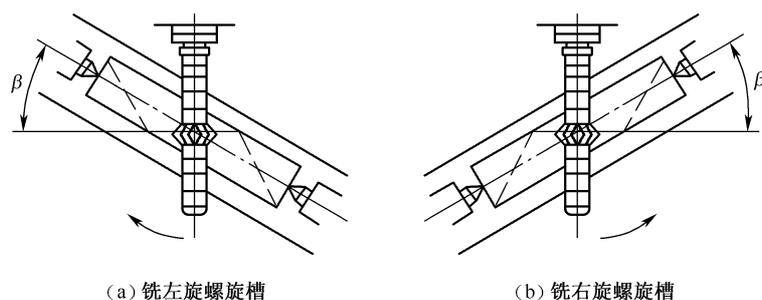

图 3-49 工作台的扳转角度
⑥ 分度铣另一侧螺旋槽，铣成通槽。
⑦ 再分度铣第一侧螺旋槽两端剩余部分，割断。
(3) 加工注意事项。
① 合理扳转纵向工作台角度。采用盘形铣刀铣削螺旋槽时，必须将铣床纵向工作台扳转一个角度，转角的大小等于工件螺旋槽的螺旋角，转动方向与螺旋槽的旋向有关。如图 3-49 所示，铣左旋螺旋槽，工作台顺时针转动；铣右旋螺旋槽，工作台逆时针转动。